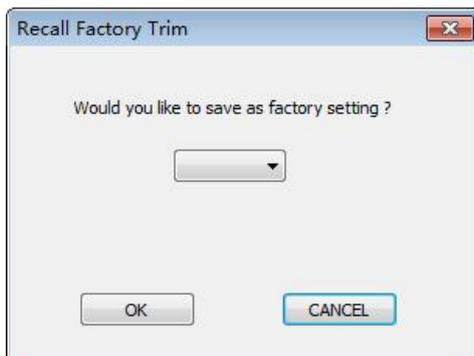

Рисунок 5.34 Сохранить до заводских настроек
1. Нажмите «calibration» -> «restore factory settings» -> «save to factory settings», появится всплывающее окно «save to factory settings», как показано на Рисунок 5.34 :